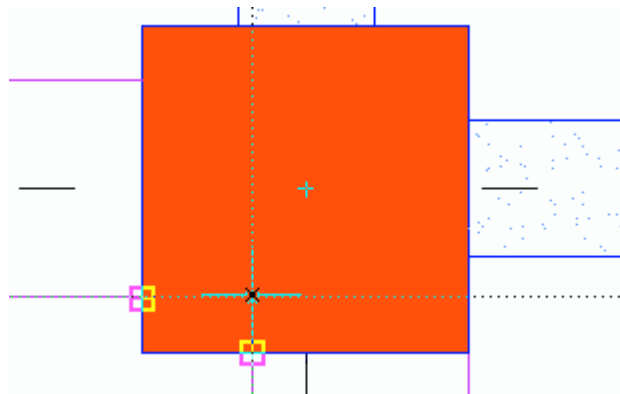

Figura 72: Selectarea primului punct
3. Definiți primul punct al rampei la intersecția **D20** ca în Figura 72.